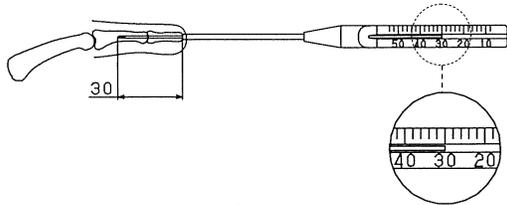

図2
- 2) 1.0 ガイドピンを介して、0.8/1.0 ガイドピンデプスゲージ2 (2.5D) にて 刺入深さを計測し、スクリュー長を決定します。(図2)